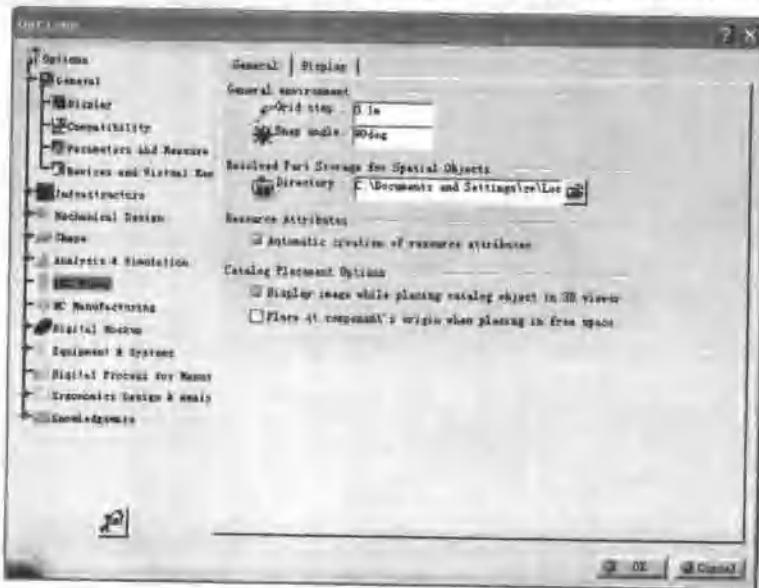

图 1-5 修改间距
(4) 再进入左边树状目录中单击 AEC Plant (建筑物构建) → General (常规)，将 Grid step (间距) 值改为 0.1m 或 1 foot 等 (本书以后采用国际单位制)，如图 1-5 所示。